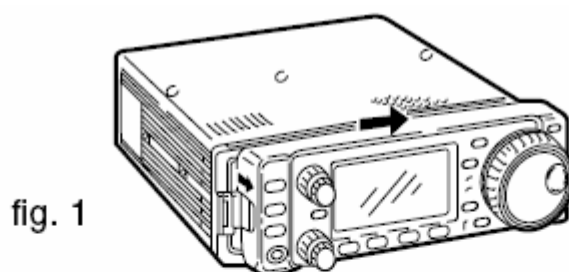

fig. 1
- 1) Enquanto puxa na sua direção o botão que libera o painel, deslize o painel frontal para a direita (fig. 1).